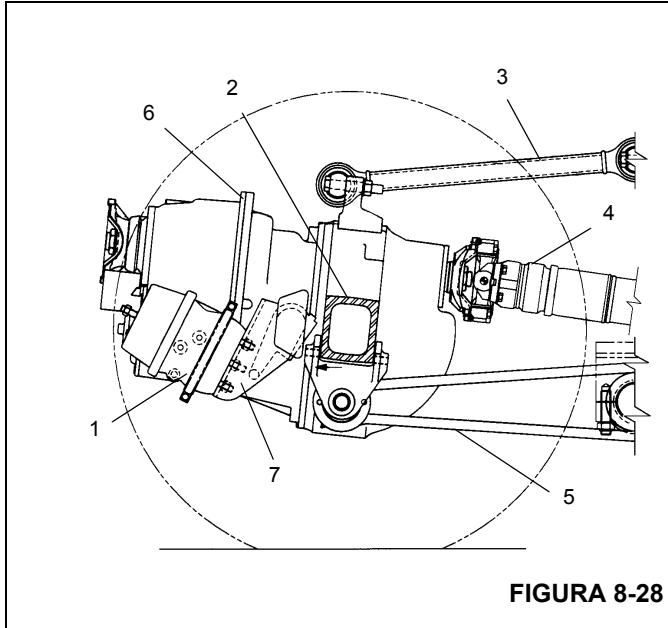

FIGURA 8-28
- Quite los pernos que sujetan la cámara de frenos de aire a la escuadra de montaje y retire la cámara (vea la Figura 8-28).